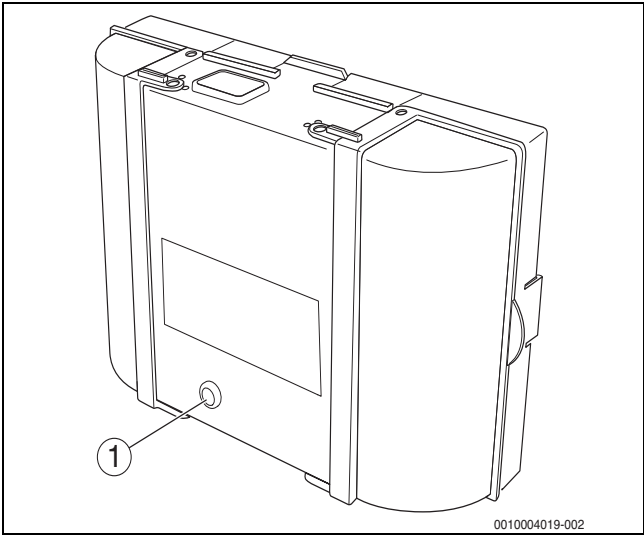

Bild 90 Störungen am Feuerungsautomaten zurücksetzen
- Taste „Entstören“ am Feuerungsautomaten drücken (→ Bild 90). Die Störung wird nicht mehr im Display angezeigt.